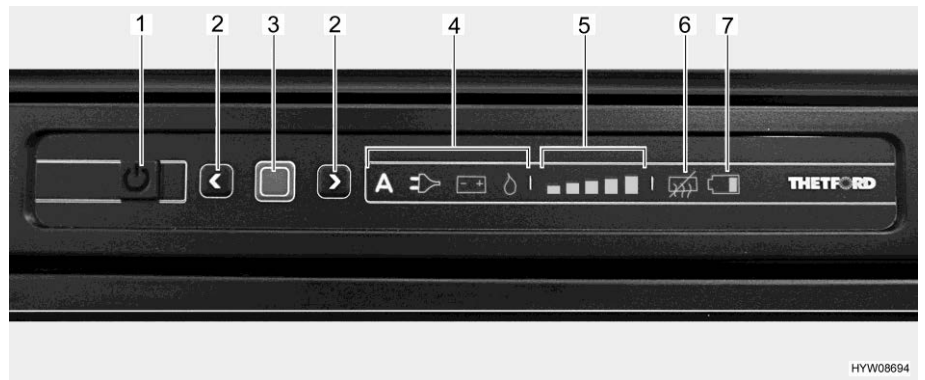

Bild 134 LED-Bedienfeld (Kühlschrank Thetford)
- Taste Ein/Aus (Bild 134,1) 1 Sekunde lang drücken. Die Taste leuchtet grün auf. Nach ca. 10 Sekunden wird die Anzeige aus Energiespargründen gedimmt.
- Bestätigungstaste (Bild 134,3) drücken. Die zuletzt gewählte Betriebsart wird angezeigt.
- Bestätigungstaste (Bild 134,3) ca. 2 Sekunden lang drücken. Die Betriebsartensymbole blinken.
- Manuelle Energiewahl: Mit den Pfeiltasten (Bild 134,2) die gewünschte Energiequelle auswählen.
- Automatische Energiewahl (nur bei Ausführung mit automatischer Energiewahl): Mit den Pfeiltasten (Bild 134,2) die Betriebsart "A" auswählen.
- Auswahl mit Bestätigungstaste (Bild 134,3) bestätigen.
- Bestätigungstaste (Bild 134,3) erneut drücken. Die Kühlstufen-Anzeige (Bild 134,5) blinkt.
- Zum Ändern der Einstellung die Pfeiltasten (Bild 134,2) drücken, bis die gewünschte Einstellung angezeigt wird.
- Taste Ein/Aus (Bild 134,1) etwa 2 Sekunden lang drücken. Alle Leuchten erlöschen. Der Kühlschrank ist abgeschaltet.
Kühltemperatur-Regelung Nach dem Einschalten wählt der Kühlschrank automatisch die zuletzt gewählte Thermostat-Einstellung. Diese Einstellung kann manuell mit den Pfeiltasten (Bild 134,2) nachgeregelt werden. Es dauert einige Stunden, bis der Kühlschrank die normale Betriebstemperatur erreicht hat. Beim Umschalten auf eine andere Betriebsart wird die Thermostat-Einstellung beibehalten.